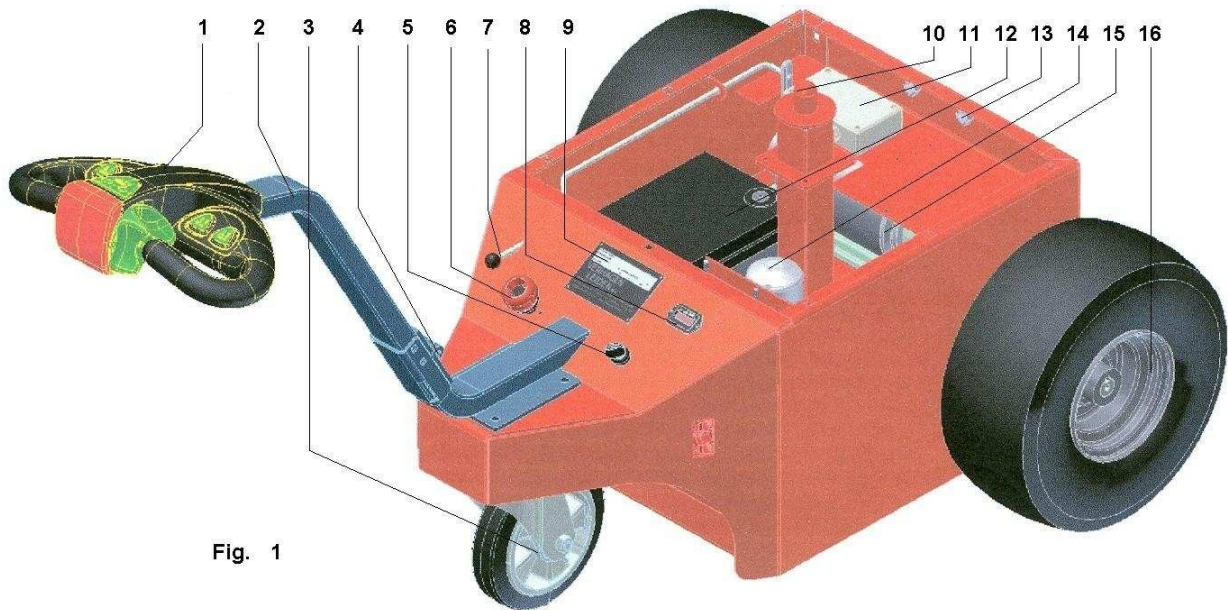

Fig. 1
5.3 Funzionamento (si veda foto, fig. 1)
Il blocco di accensione (5 fig. 1) viene utilizzato per spegnere le batterie, **spegnere sempre la batteria in caso di manutenzione al Multi-Mover XL50.**